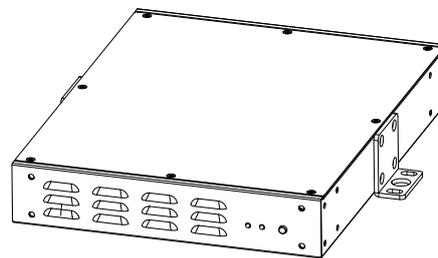

Figure 4 : configuration pour montage mural
- À l'aide de huit des vis fournies, fixez les oreilles de montage en rack court sur les côtés du DMX PowerPort 375 comme indiqué dans la Figure 4.